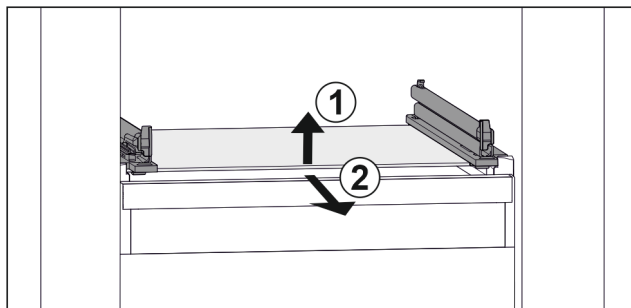

Fig. 21 Примерное отображение стеклнной пластины
- ▶ Приподнимите стеклнную пластину спереди. Fig. 21 (1)
- ▶ Извлеките стеклнную пластину движением вперед. Fig. 21 (2)